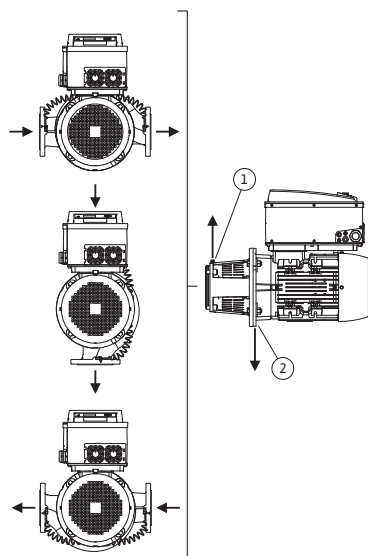
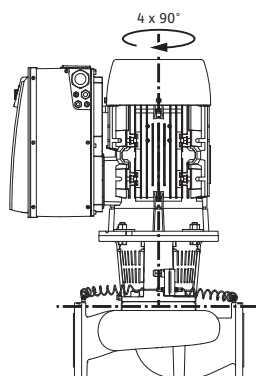

Fig. 18: Positions de montage autorisées avec arbre de moteur horizontal
Fig. 19: Positions de montage autorisées avec arbre de moteur vertical
Les positions de montage autorisées avec arbre de moteur horizontal et module électronique vers le haut (0°) sont représentées sur la Fig. 18. Les positions de montage autorisées avec module électronique monté latéralement ($\pm 90^\circ$) ne sont pas représentées. Toute position de montage sauf « Module électronique vers le bas » (-180°) est autorisée. La purge de la pompe n'est assurée que si la soupape d'échappement pointe vers le haut (Fig. 18, pos. 1). Seule cette position (0°) permet d'éliminer de façon ciblée les condensats présents via un perçage présent, lanterne de pompe et moteur (Fig. 18, pos. 2).
Les positions de montage autorisées avec arbre de moteur vertical sont représentées sur la Fig. 19. Toute position de montage est autorisée, position « Moteur vers le bas » exceptée.
- La soupape d'échappement sur la lanterne (Fig. 6, pos. 1.31) doit toujours pointer vers le haut pour un arbre de moteur horizontal (Fig. 6a et Fig. 6b). Si l'arbre de moteur est vertical, toutes les orientations sont autorisées. Voir à ce propos également Fig. 18: « Positions de montage autorisées avec arbre de moteur horizontal » à la page 147 ou Fig. 19: « Positions de montage autorisées avec arbre de moteur vertical » à la page 147.
- En cas d'arbre de moteur à l'horizontale, la position vers le bas de l'orifice de condensation est obligatoire (Fig. 18, pos. 2). Le cas échéant, il faut tourner le moteur en conséquence.